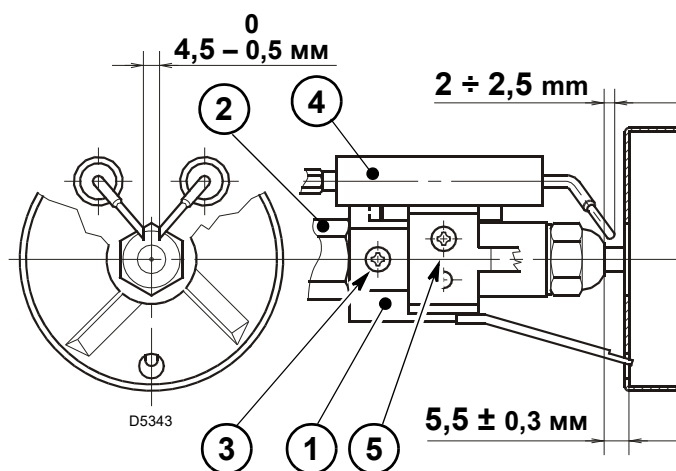

Рис. 10
Соблюдение размеров, указанных на Рис. 10, обязательно.
- Установите узел опоры крыльчатки 1)(Рис. 10) на держатель форсунки 2)(Рис. 10) и закрепите винтом 3)(Рис. 10). Для регулировки блока электродов 4) ослабьте винт 5)(Рис. 10).
- Отсоедините кабели 4) от электродов, ослабьте винт 3) (Рис. 10) и снимите узел опоры крыльчатки 5) с узла держателя форсунки 7).